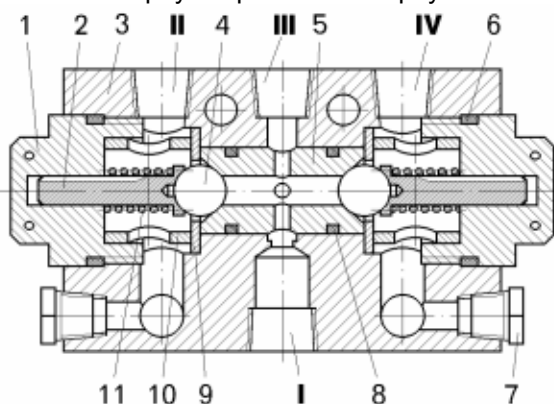

Рисунок 10.7 – Двойной защитный клапан:
- вывернуть пробки 1 (рисунок 10.7) с уплотнительными кольцами 6;